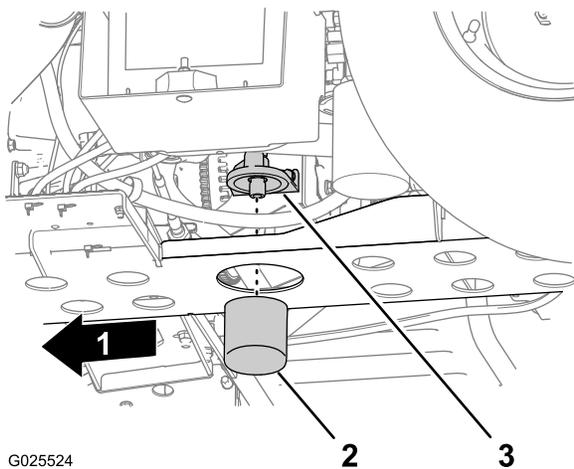

Figura 55
4. Togliete il filtro dell'olio dall'adattatore del filtro (Figura 55).
5. Pulite la base della guarnizione dell'adattatore del filtro (Figura 55).
7. Installate il filtro fin quando la guarnizione viene a contatto con la base della guarnizione dell'adattatore del filtro, quindi serrate il filtro in senso orario di un altro 1/2 giro o 2/3 di giro (Figura 55).